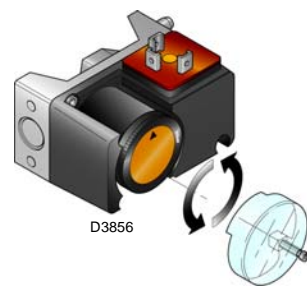

Fig. 22
- Regular o pressóstato gás de máxima (Fig. 22) na parte final da escala.